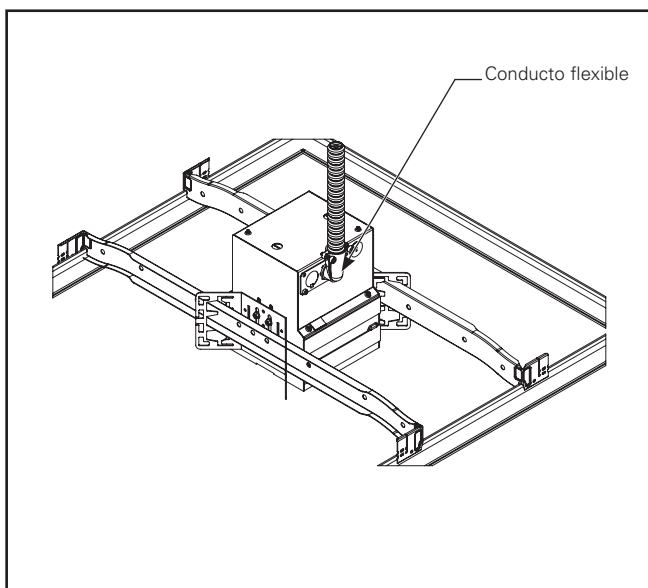

Figura 1.7.
- iv. Ensamble la placa de acceso con los tornillos n.º 8-32 de regreso al alojamiento metiendo los cables en el interior. Conecte el conducto flexible a la placa de acceso. (Figura 1.7)